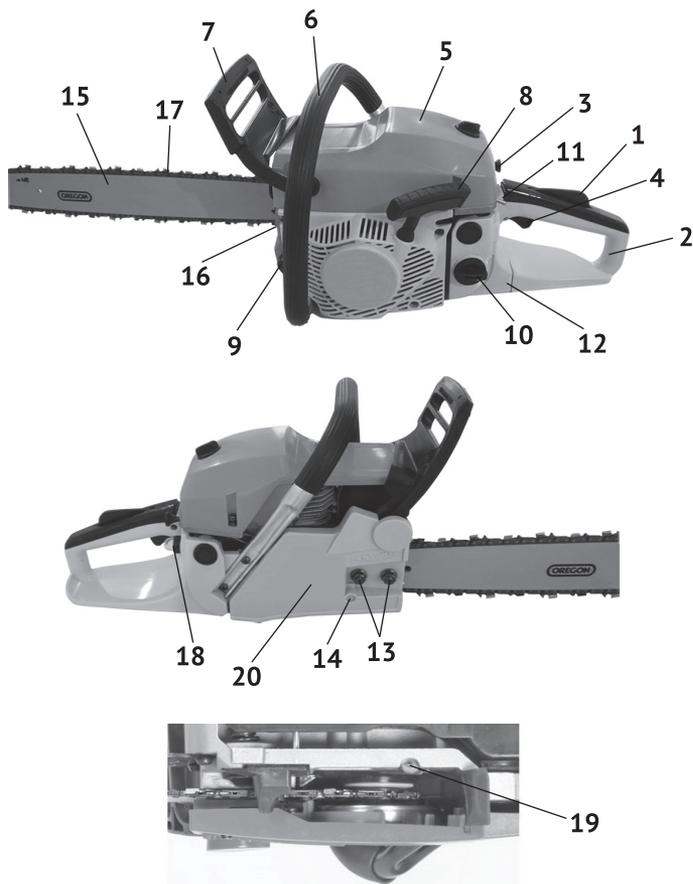

рис.1
Бензопила – инструмент, использующий в качестве привода одноцилиндровый двухтактный бензиновый двигатель внутреннего сгорания. Рабочим органом пилы является пильный аппарат, состоящий из бесконечной (замкнутой) пильной цепи (рис.1 поз.17), бегущей по шине (рис.1 поз.15).
Двигатель работает на топливе из смеси неэтилированного бензина с октановым числом не менее 92 и специального масла для 2-тактных двигателей. Он оснащён мембранным карбюратором и электронной системой зажигания. Для запуска двигателя служит ручной стартёр (рис.1 поз.11) и ручной насос (праймер, рис.1 поз.18) для предварительной подкачки топлива в карбюратор.
Увеличиваем обороты двигателя до рабочих нажатием на рычаг управления дросселем (рис.1 поз.4). При этом колодки муфты сцепления расходятся и входят в зацепление с барабаном. Вращение начинает передаваться на приводную звёздочку пильной цепи. После отключения рычага управления дросселем, обороты двигателя снижаются до холостого хода (около 3000 об/мин), цепь автоматически останавливается. Остановка цепи также осуществляется механическим тормозом двойного действия: вручную, нажав левой рукой на щиток тормоза (рис.1 поз.7) от себя, или при срабатывании автоматического инерционного привода (при отскоке, защемлении цепи).
Две рукоятки пилы – передняя (рис.1 поз.6) и задняя (рис.1 поз.2) оснащены устройством виброгашения.
2.4 Общий вид бензопилы представлен на рис.1
Пила поставляется с установленным зубчатым упором (рис.1 поз.16). Зубчатый упор используется, как опора бензопилы, при пилении крупных заготовок (брёвен).
- разблокировать тормоз цепи, для этого нажать на рычаг (рис.1 поз.7) в направлении передней рукоятки (рис.1 поз.6);
- открутить две гайки (рис.1 поз.13) и снять крышку направляющей шины (рис.1 поз.20);
- открутить винт регулировки натяжения цепи (рис.1 поз.14) в крайнее положение (цепь максимально ослаблена), установить крышку шины и затянуть гайками (рис.1 поз.13) вручную.
⚠ Внимание! Перед регулировкой натяжения цепи убедитесь, что гайки крепления шины (рис.1 поз.13) немного ослаблены.
Регулировка натяжения цепи производится винтом (рис.1 поз.14) при ослабленных гайках крепления шины:
Расход масла для смазки цепи регулируется винтом (рис.1 поз.19), в нижней части пилы под ведущей звёздочкой. При повороте винта по часовой стрелке расход масла уменьшается, при повороте против часовой стрелки – увеличивается (символы MAX и MIN на корпусе).
- нажать последовательно рычаг безопасности (рис.1 поз.1) и рычаг управления дросселем (рис.1 поз.4);